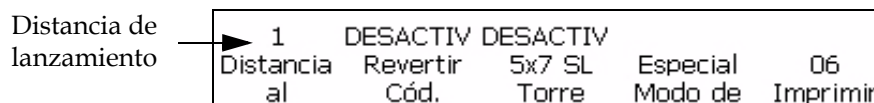

Figura 4-9: Distancia de lanzamiento
- 1 Desplácese hasta el marco <06 Imprimir> (01 Edición > 02 Edición > 03 Edición > 04 Edición - Imprimir Ajuste > 01 Imprimir > 02 Imprimir > 03 Imprimir > 04 Imprimir > 05 Imprimir > 06 Imprimir). Consulte la Figura 4-9. Consulte la Figura 4-9 en la página 4-11.